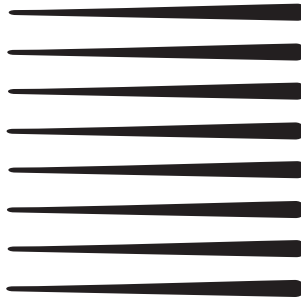

Figure 9
2. Relâcher plus de matériel et soulever l'aérographe à l'écart de l'objet de travail pour pulvériser des lignes parallèles qui changent d'étoirées à épaisses. Voir Figure 9.